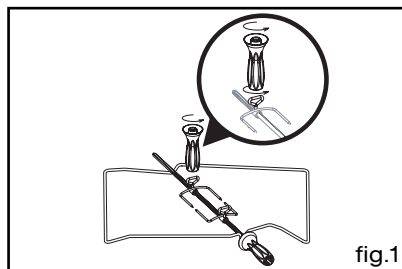

fig.1
- enfillez une des fourchettes sur la broche ; embrochez la pièce à rôtir ; enfillez la deuxième fourchette ; centrez et serrez en vissant les deux fourchettes à l'aide de la poignée (fig.1).
- Ouvrez complètement la porte et la bloquer à l'aide de deux butées rouges (fig.1).